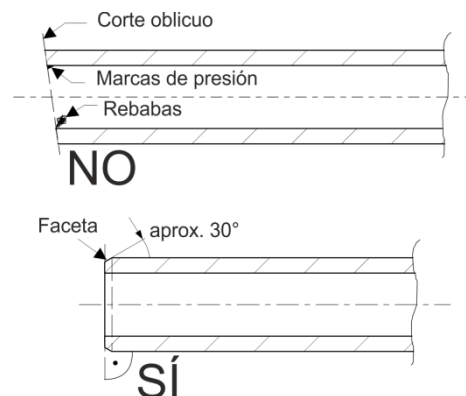

Fig. 19 Corte de los tubos
- Los tubos se cortarán con un cortatubos a la medida adecuada. Los cortes deben realizarse en ángulo recto respecto al eje del tubo. Deben retirarse las rebabas que pudieran aparecer (**Fig. 19**).
- Los extremos de cada segmento de tubo deben achafalnarse ligeramente con una herramienta adecuada, por ejemplo, un pelatubos (faceta), **Fig. 19**.